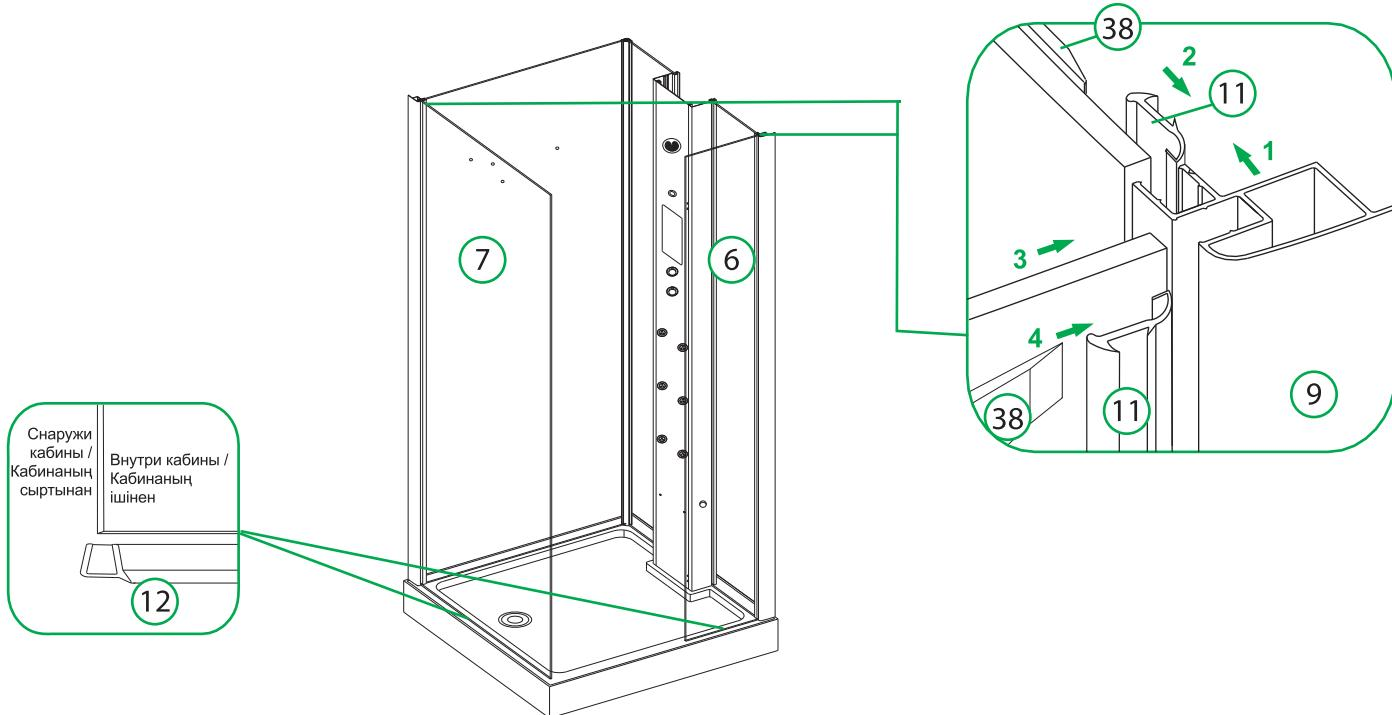

Рис. 6 / 6-сур.
3. Зафиксируйте на задних неподвижных панелях пристенные профили с помощью ПВХ-уплотнителей (рис. 6).
4. Зафиксируйте передние неподвижные стеклянные панели в пристенных профилях с помощью ПВХ-уплотнителей (рис. 6).